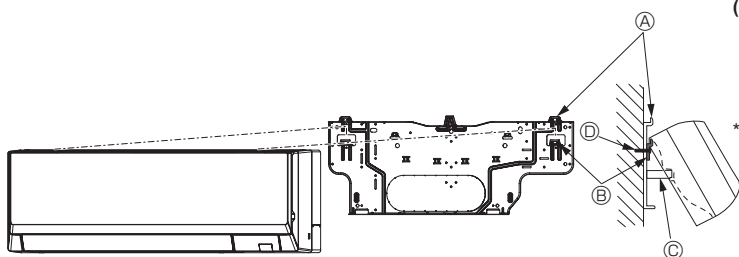

Fig. 3-12
- Si l'appareil intérieur ne peut être suspendu et soulevé à l'aide du crochet classique (la dimension de 2.1. ⓐ (espacement entre le plafond et l'appareil) est de 75 mm, 2-61/64 pouces ou moins), suspendez l'appareil sur le crochet inférieur du tuyau gauche. (Fig. 3-12)
(Fig. 3-12)